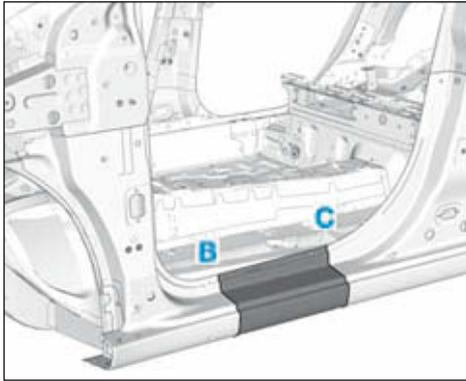

FIG.41
- Respecter les lignes de coupe (B) et (C) (Fig.41).